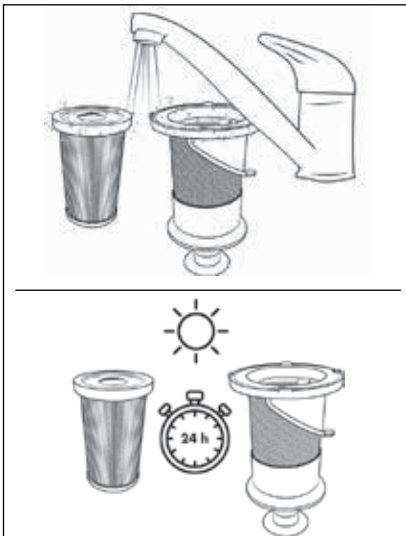

Abb. 20
- 5) Spülen Sie den HEPA-Filter **5** und den Edelstahlfilter **6** unter kaltem oder lauwarmem Wasser aus. Lassen Sie den HEPA-Filter **5** und den Edelstahlfilter **6** vollständig an der Luft trocknen, bevor Sie sie wieder in den Staubbehälter **7** einsetzen (siehe Abb. 20).
① Hinweis: